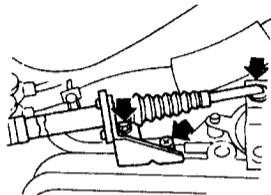

Рис. 7.23 Крепления тросика рычага переключения передач и кронштейна на коробке передач (См. Раздел 11)
26. Подсоедините тросик рычага переключения передач и отрегулируйте его, если необходимо (См. Рис. 7.23).